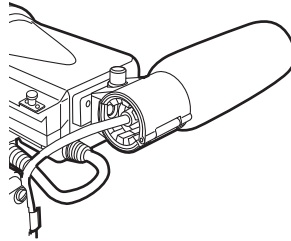

Fig. 2
- 2** Collegare il microfono e serrare la vite di bloccaggio. (Fig. 2)